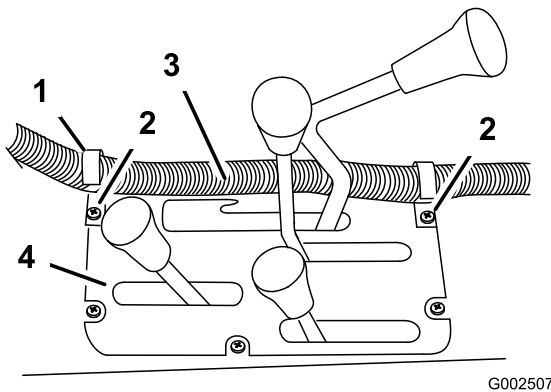
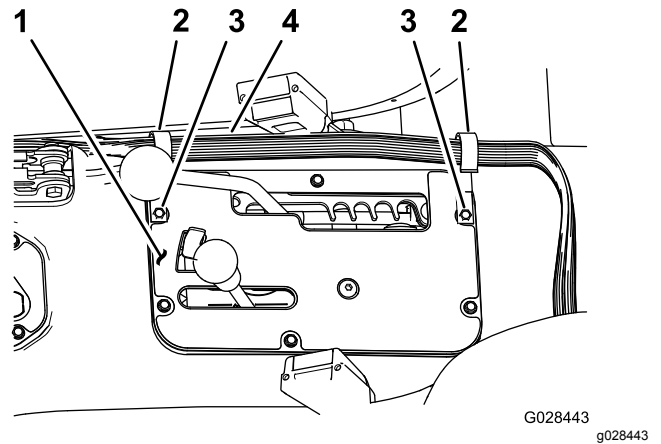

Рисунок 20
Рисунок 21
1. Установите два J-образных зажима на центральную консоль в точках, показанных на Рисунок 20 или Рисунок 21, с помощью имеющихся винтов.